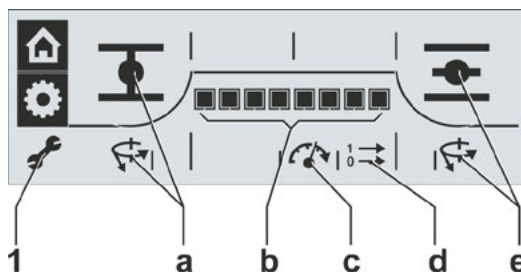

Fig. 4: Visning af parametre
4. Bekræft valget: Tryk på Drive Controller. Symbolet "Parameter" (fig. 4, pos. 1) er aktivt, og parametrene og deres indstilling vises automatisk efter hinanden, se fig. 4: